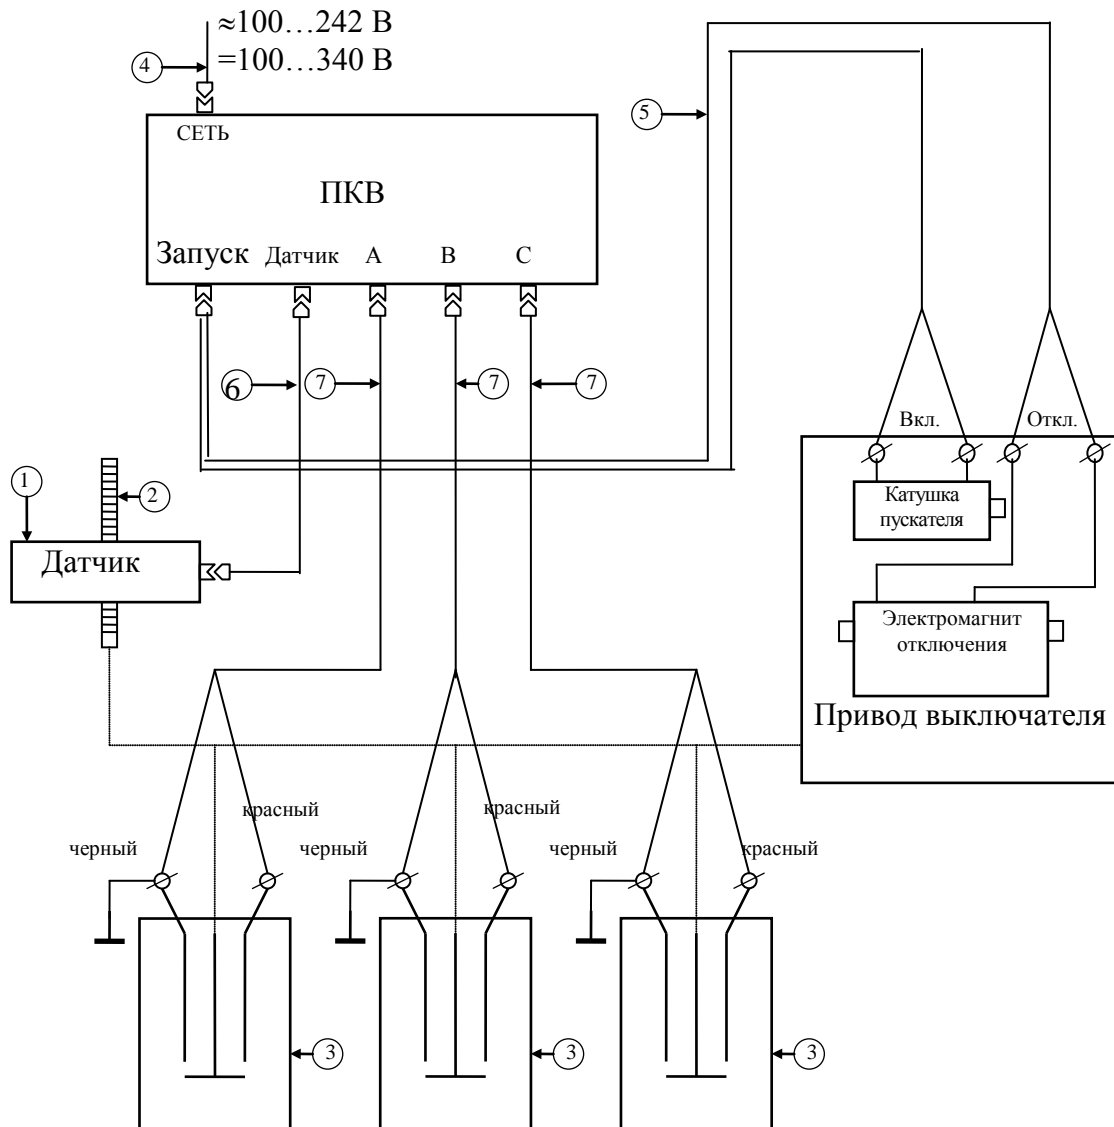

Рис. 11. Схема подключения прибора к выключателю
- 8.1.5. Используя соединительные кабели, подключите прибор к выключателю, как показано на рис. 11.